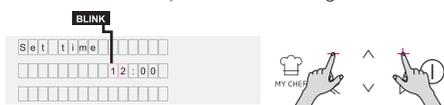

Figura 4
• Configure la hora pulsando los botones MÁS y MENOS. Pulse OK para continuar. (Figura 4)